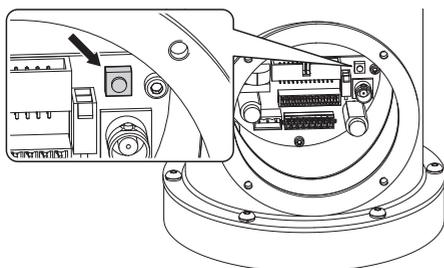

Рис. 14
- Удерживайте кнопку сброса в нажатом положении (P1, Рис. 14, страница 18).